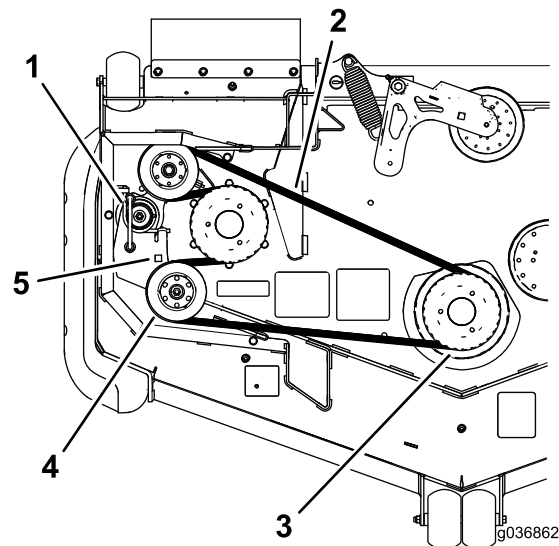

**Figura 87**
9. Instale las cubiertas de la correa (Figura 87).